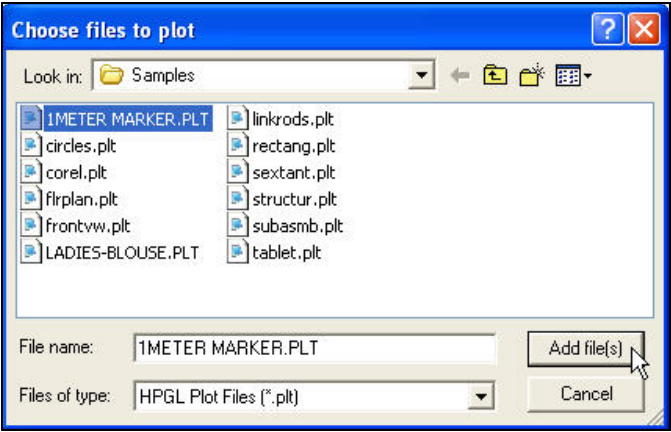

Figura 46. Ventana "Choose files to plot" ("Elegir archivos a graficar")
Aparecerá la ventana **Choose files to plot** ("Elegir archivos a graficar") (Figura 46).
7. Seleccione **1MeterMarker.PLT** y haga clic en **Add file(s)** ("Agregar archivo[s]") (Figura 46).